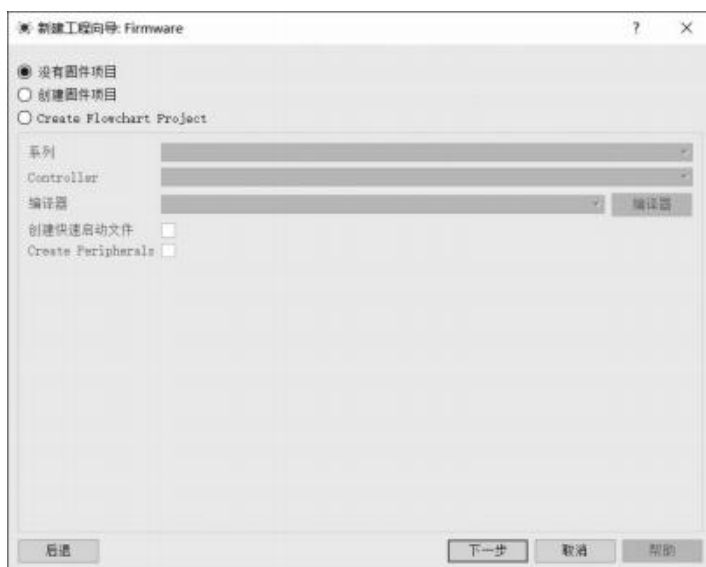

图 1-3-6 创建固件项目
(5)单击“下一步”按钮,选择是否创建固件项目。这里保持默认选项,即“没有固件项目”,如图 1-3-6 所示。